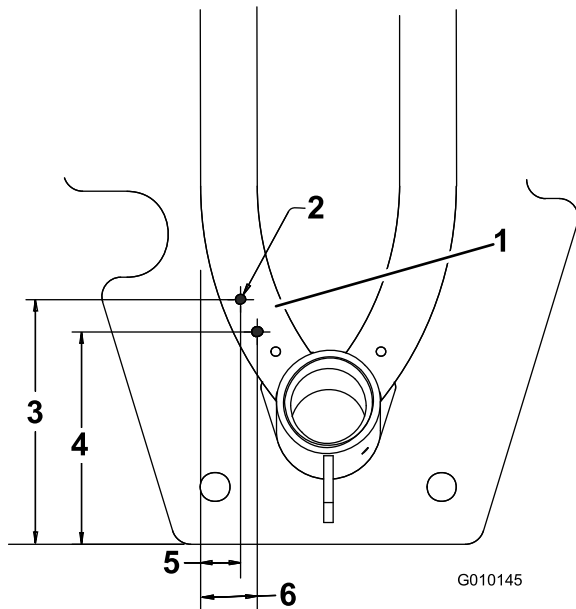

図 7
9. バルクヘッドブラケットを型紙として使って、図 7 に示す位置と寸法で、フレームチューブに直径 7 mm の穴を 2 つ開ける。図 7 は場所をわかりやすく示すもので、寸法は原寸とは異なる。
**注** 図 7 は、機体下から見た図です。